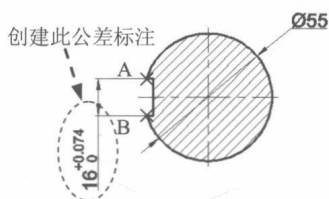

图 1.1.25 创建带公差的线性标注
(1) 选择下拉菜单 **标注(B) → 线性(L)** 命令, 分别捕捉图 1.1.25 中的 A、B 两点。
(2) 在命令行中输入字母 M (即选择“多行文字”选项), 按 Enter 键。